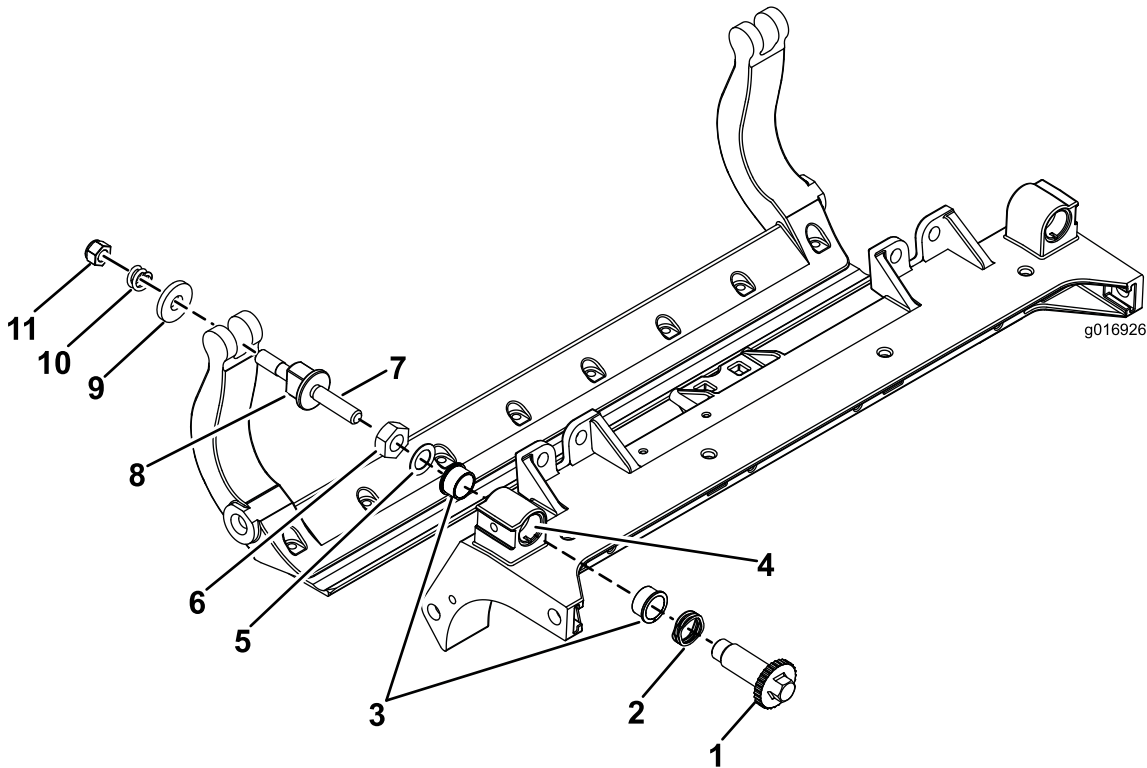

Figura 37
- 1. Retire todas las piezas (consulte las *Instrucciones de instalación* del Kit HD DPA y la Figura 37).
- 2. Aplique compuesto antigripante en la parte interior de la zona de los casquillos del bastidor central de la unidad de corte (Figura 37).
- 3. Alinee los salientes de los casquillos con brida con las ranuras del bastidor, e instale los casquillos (Figura 37).
- 4. Instale una arandela ondulada sobre el eje del ajustador e introduzca el eje del ajustador en los casquillos con brida del bastidor de la unidad de corte (Figura 37).
- 5. Sujete el eje del ajustador con una arandela plana y una contratuerca (Figura 37).
- 12. Coloque una arandela de acero por fuera de cada arandela de nylon (Figura 37).
Nota: Las arandelas del interior pueden tener cierta holgura (Figura 37).
15. Apriete la tuerca de cada ajustador de la barra de asiento hasta que el muelle de compresión esté comprimido del todo, luego afloje la tuerca $\frac{1}{2}$ vuelta (Figura 37).